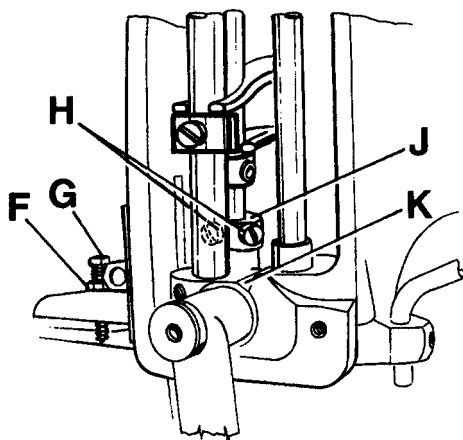

Fig. 19
For setting the small gap between the feed dogs loosen nut (F, Fig. 19). Turning in screw (G) increases the gap, turning it out decreases the gap. Retighten nut (F).
Zum Einstellen des Luftspalts zwischen den Transporteuren lösen Sie die Mutter (F, Fig. 19). Eindrehen der Schraube (G) vergrößert den Luftspalt, Herausdrehen verkleinert ihn. Ziehen Sie die Mutter (F) wieder an.
For adjustment loosen the two screws (H, Fig. 19) and raise the supporting yoke (J) when the upper feed dog should lift more, or lower it when it should lift less. Retighten screws (H).
Zum Einstellen lösen Sie die beiden Schrauben (H, Fig. 19) und stellen das Stützlager (J) höher, wenn der Obertransporteur mehr oder tiefer, wenn er weniger abheben soll. Ziehen Sie die Schrauben (H) wieder an.